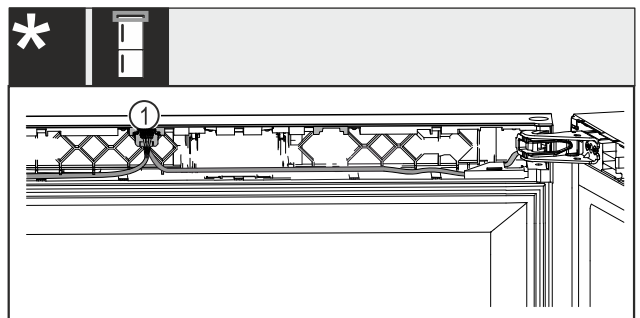

Fig. 64 Kombinácie vinotéky a mrazničky*
- ▶ Zaklapnite zástrčku Fig. 64 (1) do vedenia.*